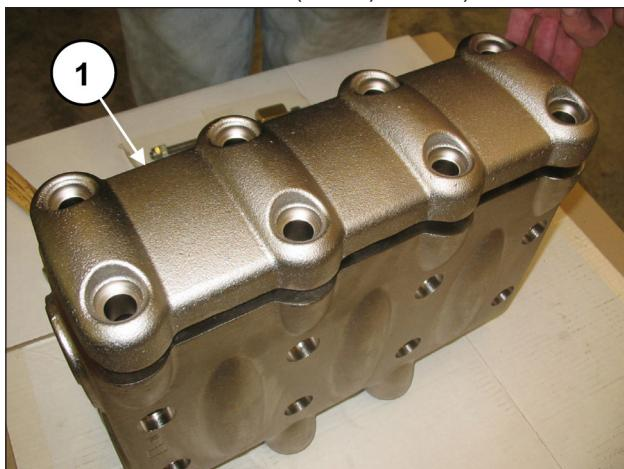
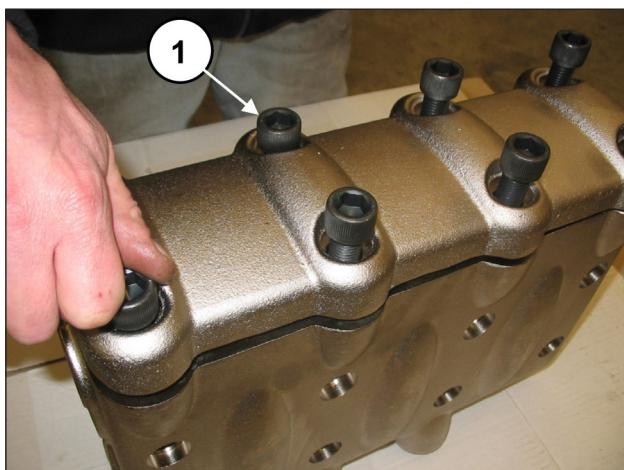

Рис. 115
Рис. 116
Вставьте пробку клапана вместе с уплотнительным кольцом круглого сечения и упорными кольцами. После завершения монтажа клапанных узлов и пробки клапана установите крышку клапанов (поз. ①, Рис. 115) и завинтите 8 винтов M16x55 (поз. ①, Рис. 116).